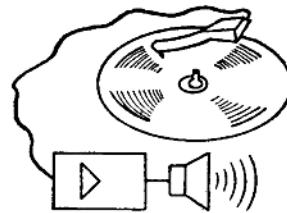

图 1-8
a. 拾音头在留声机唱片上运动, 唱片上的声音信息即转换成电信号。然后, 电信号被放大, 再送到扬声器, 从而转换成声音(模拟的, 连续变化的信息)。见图 1-8。